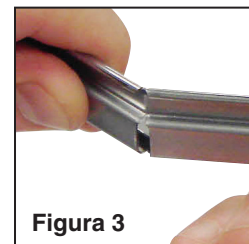

Figura 3
3. Sujete la barra de ambos lados de esta muesca y doble la barra en la dirección opuesta a la muesca. A medida que esta muesca se abra, la barra se quebrará a lo largo de la línea marcada. (Figura 3)